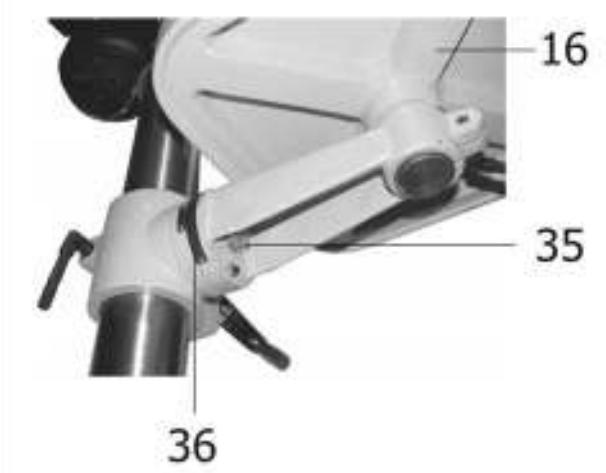

Рис.10
- 10.9. Для установки угла поворота плоскости рабочего стола (16) относительно шпинделя необходимо ослабить крепление болта (35) и, ориентируясь по шкале (36), изменять угол наклона рабочего стола (16), Рис.10. Затем зафиксировать полученное положение, затянув болт (35), Рис.10.